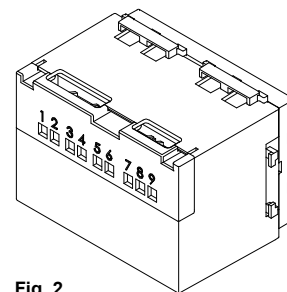
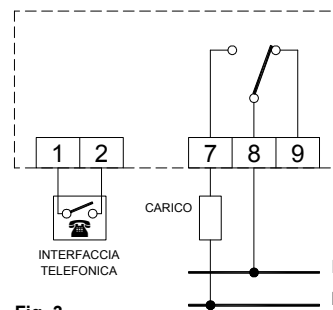

Fig. 2
Fig. 3
2. Eseguire i collegamenti elettrici, mediante la morsetteria innestata all'interno del fondo del cronotermostato (Fig. 2), seguendo lo schema di collegamento di Fig. 3. Collegare ai morsetti: